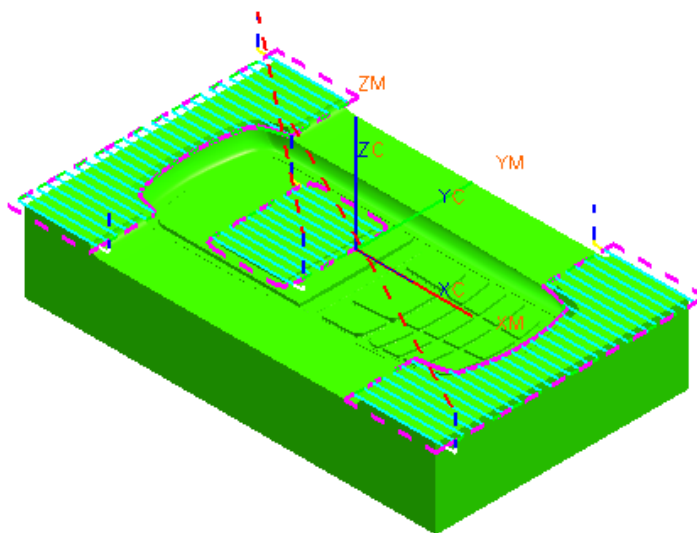

图 9-223
- 单击 ，生成如图 9-223 所示的刀轨，单击 O K。